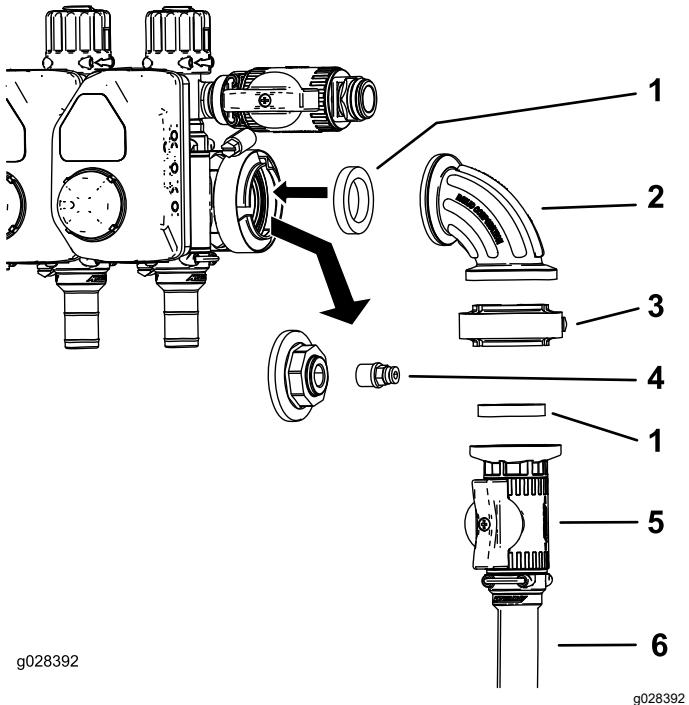

Figura 13
8. Desconecte el tapón y el acoplamiento del orificio del manómetro (Figura 13).
9. Instale el conjunto de la válvula de control según se muestra en Figura 13.
10. Instale el racor en el orificio abierto del acoplamiento de 90 grados (Figura 13).